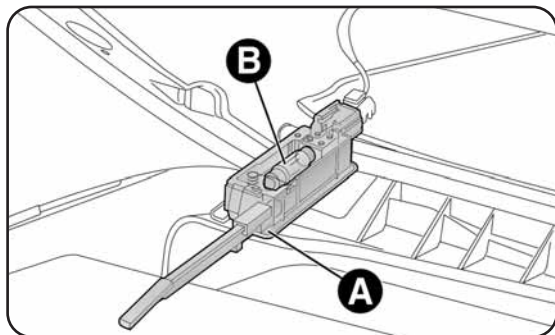

fig. 34
- aprire il cassetto portaoggetti, quindi estrarre la plafoniera A-fig. 34;